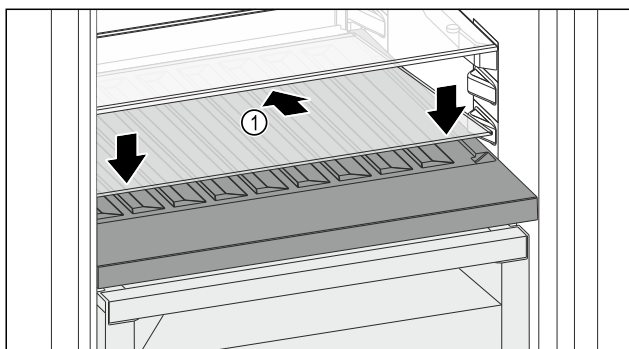

Fig. 149
- Indsæt glaspladen Fig. 149 (1) skråt nedad og bagtil.
- Sænk glaspladen Fig. 149 (1) foran.